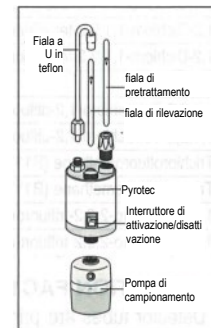

fig.1
5. Inserire saldamente la fiala nel Gastec Pyrotec Pyrolyzer con la freccia (G) sulla fiala rivolta verso Gastec Pyrotec Pyrolyzer (fig.1).